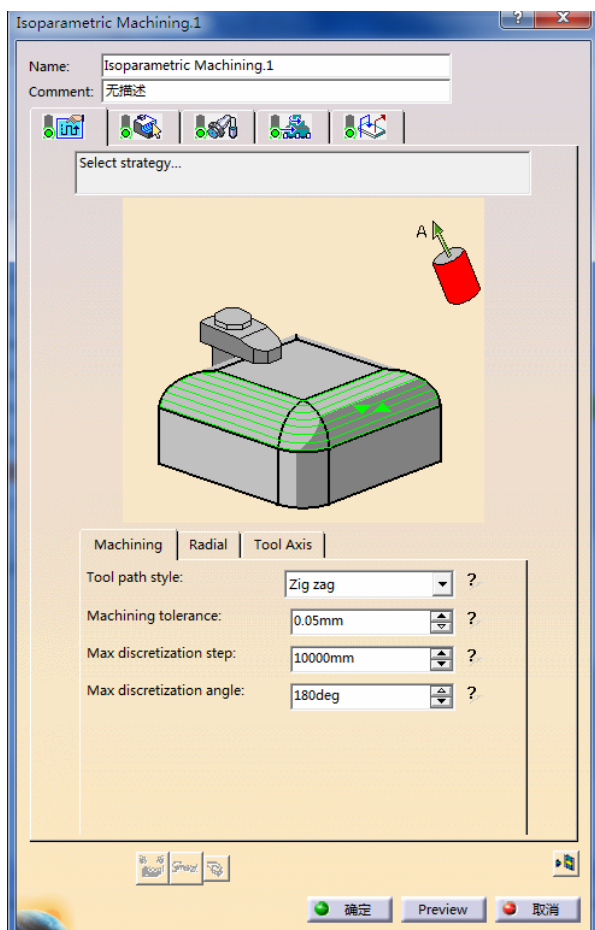

图 5-128 “Machining”选项卡 (8)
- 在“Machining”选项卡 (8) 的“Machine tolerance”文本框中输入“0.05mm”, 如图 5-128 所示。